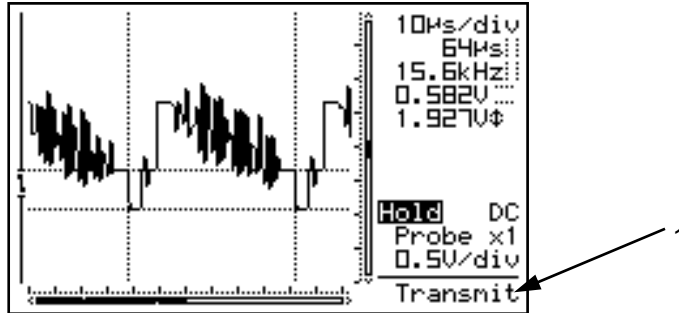

Fig 11
Después de haber encendido el scope, mandará el valor actual por la conexión USB (1), Fig. 11: